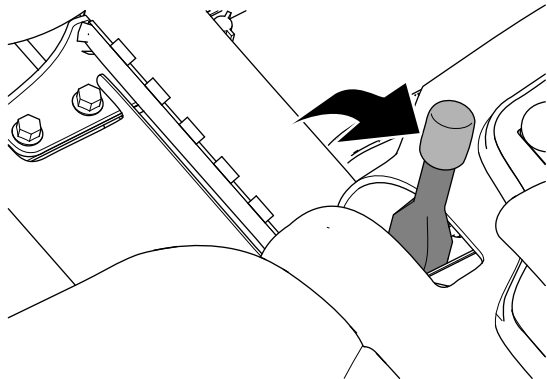

Bild 28
2. Aktivieren Sie die Feststellbremse (Bild 28).